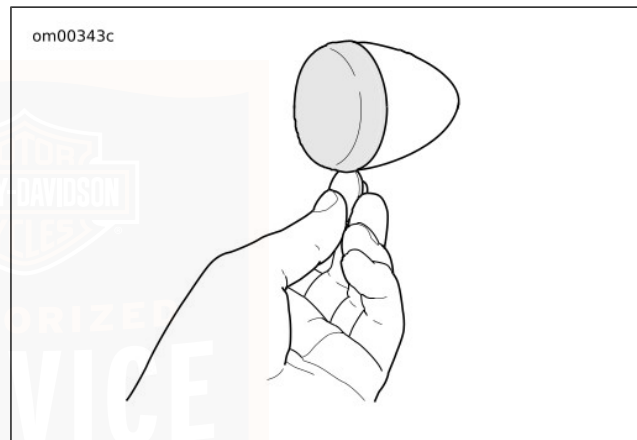

Figura 65. Rimuovere la lente
1. Vedere Figura 65. Inserire una moneta o la lama di un piccolo cacciavite nella tacca sul fondo della cornice della lente. Far leva attentamente finché la cornice della lente non scatti fuori dal guscio della luce.